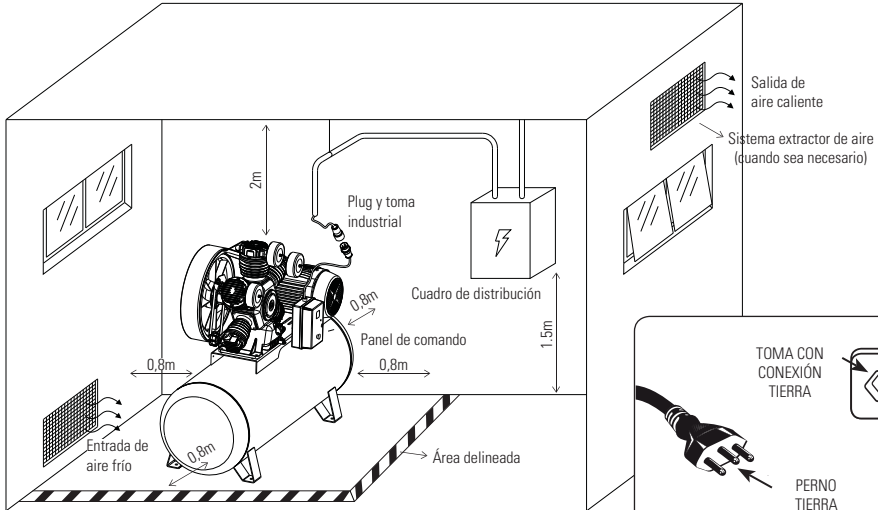

FIGURA 6.10 DETALLE DE LA ALIMENTACIÓN ELÉCTRICA E INSTALACIÓN DEL COMPRESOR A PARTIR DEL CUADRO DE DISTRIBUCIÓN (CD)
- La temperatura ambiente máxima recomendada para trabajo es de 40°C. y mínima 5°C. Si es necesario, instale un sistema extractor de aire (Figura 6.10).
Observe una distancia mínima de 0,8m de cualquier pared u obstáculo y una altura mínima de 2m, a fin de garantizar una adecuada ventilación durante el funcionamiento y facilitar eventuales mantenimientos. Delinee un área en vuelta del compresor para alertar y prevenir colisiones con el equipamiento (Figura 6.10).